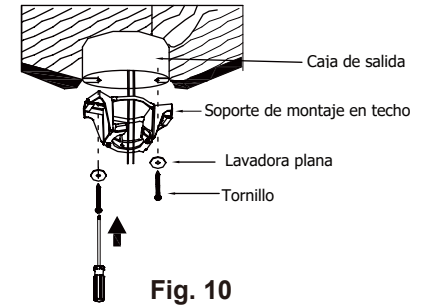

Fig. 10
Paso 1. Antes de fijar el ventilador a la caja de salida (no incluida), asegúrese de que la caja de salida esté firmemente sujeta a al menos dos puntos a un miembro estructural del techo (una caja suelta hará que el ventilador se tambalee). Pase los cables de alimentación de 120 voltios desde la caja de salida del techo a través del centro del soporte de montaje del techo. Instale el soporte de montaje en la caja de salida en el techo utilizando los tornillos y arandelas incluidos con la caja de salida. (Fig.10)